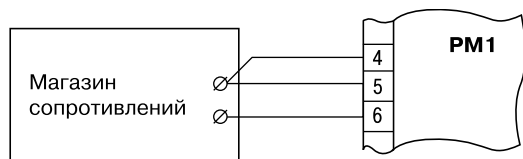

Рис. 6
1. Присоедините к прибору магазин сопротивлений или резистор по трехпроводной схеме (см. **рис. 6**).